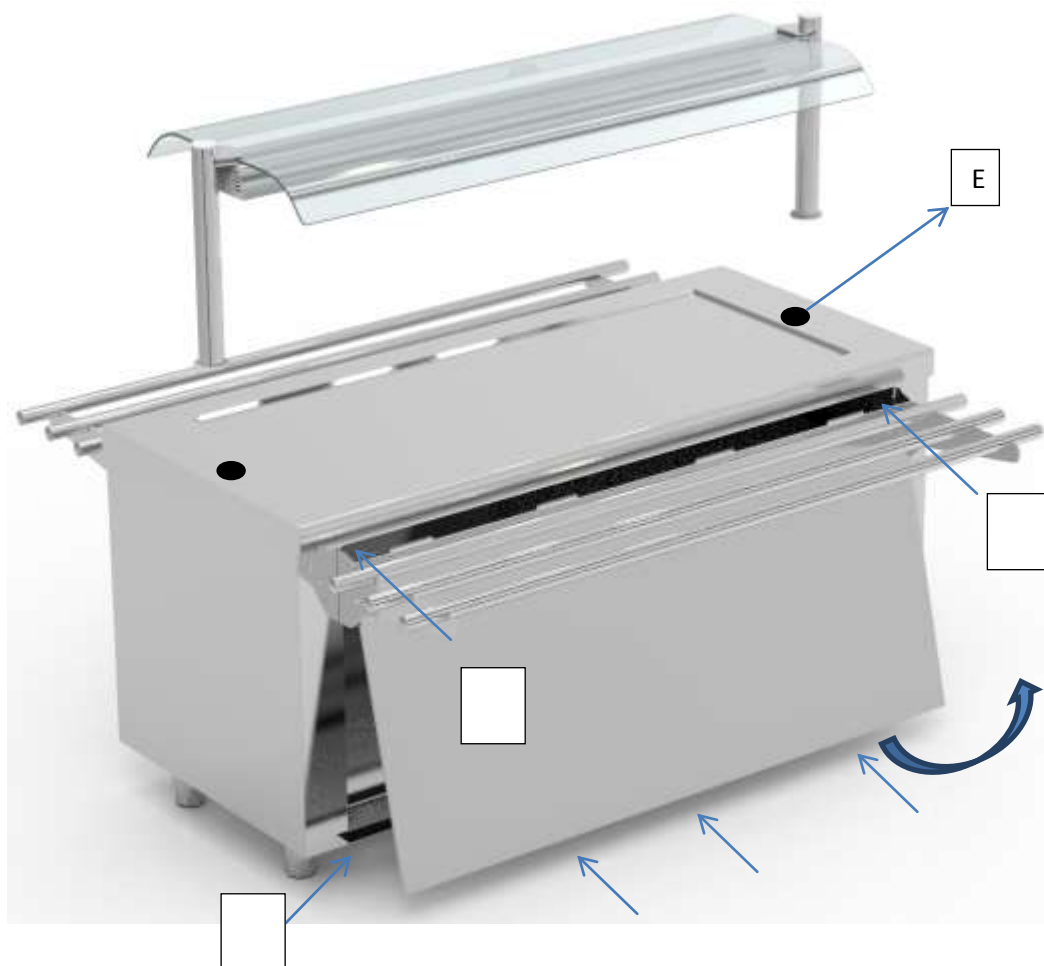

Fig.2
En el caso de que el elemento sobre el que vayamos a colocar la pantalla sea una isla(ver fig.2), deberemos de quitar uno de los respaldos; para ello quitamos los tornillos de la parte inferior: punto (F) que sujetan el faldón, y tiramos de este hacia nosotros y luego hacia abajo.